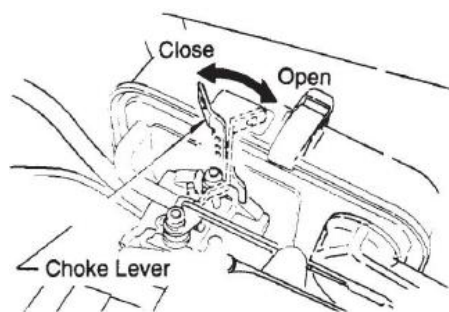

Рис. 7 Рычаг воздушной заслонки
3. Закройте воздушную заслонку (Рис.7) и переместите рычаг дроссельной заслонки в "полностью открытое" положение. Вращение рычага воздушной заслонки на 90 градусов по часовой стрелке устанавливает ее в полностью «Закрытое положение». В холодную погоду, запускайте машину с полностью закрытой воздушной заслонкой. В теплую погоду или когда двигатель прогреет, повторный запуск может производиться с полуоткрытой или полностью открытой воздушной заслонкой.